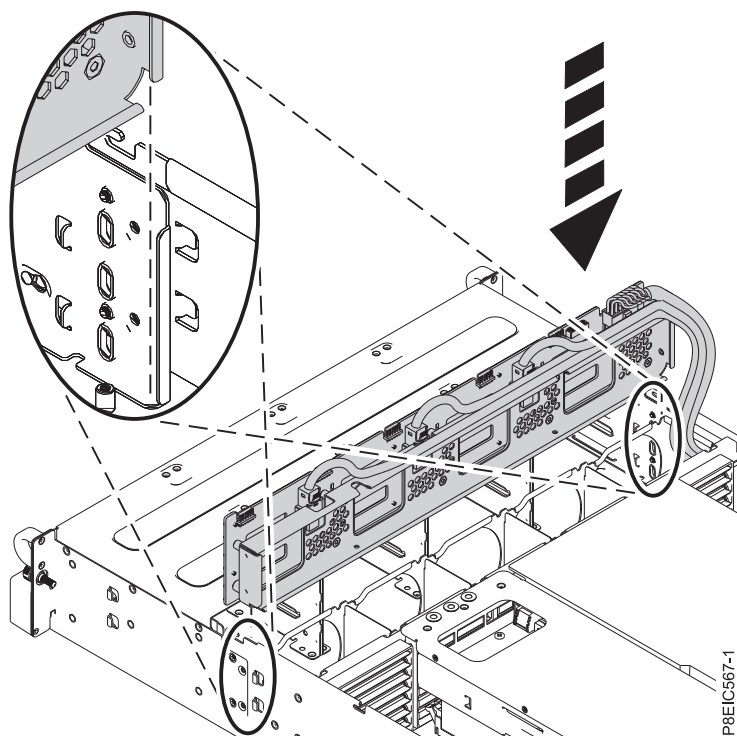

図 30. ディスク・ドライブ・バックプレーンの取り付け
4. 位置合わせの溝を使用して、ディスク・ドライブ・バックプレーンを真っすぐにシャーシ内に下ろします (29 ページの図 30 を参照)。